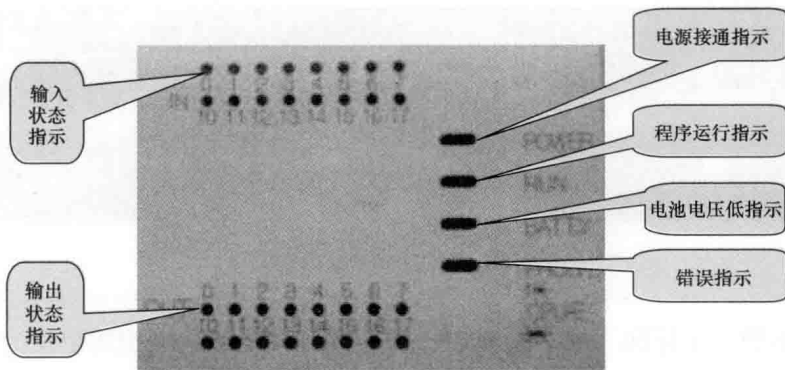

图 1-8 PLC 状态指示栏
(5) 状态指示栏。状态指示栏分为输入状态指示、输出状态指示、运行状态指示三部分, 如图 1-8 所示。